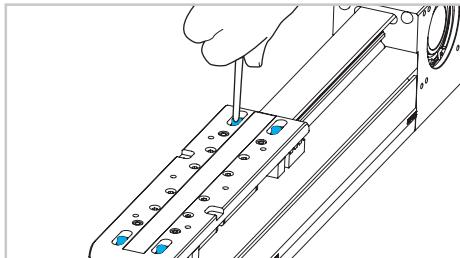
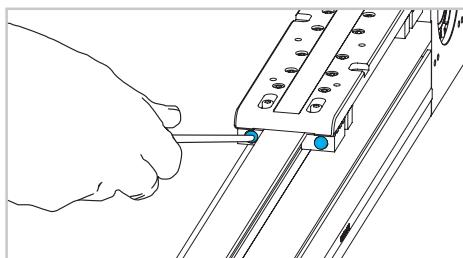
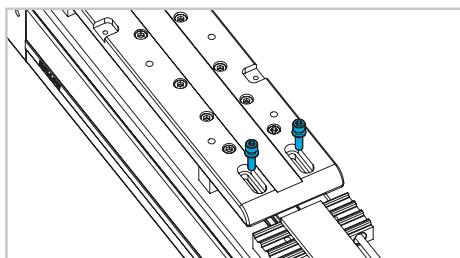
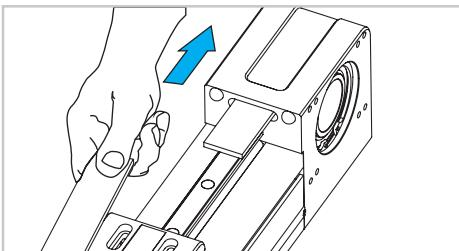

Abb. 4
Abb. 3
Abb. 5
Abb. 6
- 2) Entfernen Sie das Riemenspannelement und lösen Sie die senkrechten und waagerechten Schrauben am Laufwagen (Abb. 3 - Abb. 4 - Abb. 5)
- 3) Entfernen Sie den Riemens auf beiden Seiten des Laufwagens und ziehen Sie diesen heraus. Zur Montage des neuen Zahnriemens führen Sie die vorangegangenen Schritte in umgekehrter Reihenfolge aus (Abb. 5 und Abb. 6).